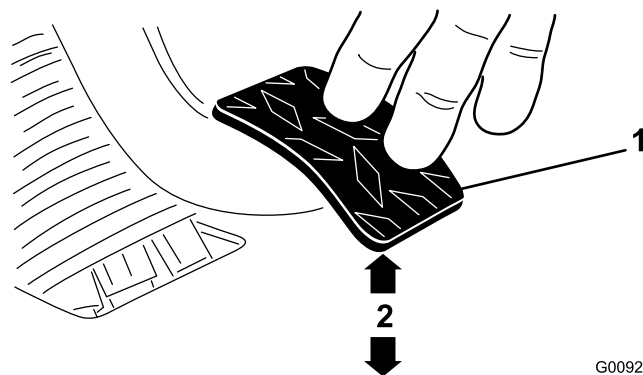

Figure 58
3. Ajustez les écrous de blocage ou la rotule jusqu'à ce que le bord arrière de la pédale d'embrayage soit de 9,2 à 9,8 cm ($3\frac{5}{8}$ à $3\frac{7}{8}$ po) du haut du plancher quadrillé quand vous appliquez une force de 1,8 kg (4 lb) sur la pédale (Figure 58).